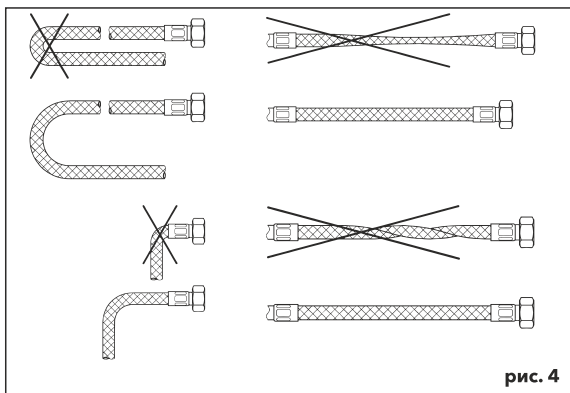

рис. 4
**ВНИМАНИЕ!** Необходимо обеспечить небольшое провисание гибкой подводки. Не допускается ее растяжение, перегибание или перекручивание (Рисунок 4).